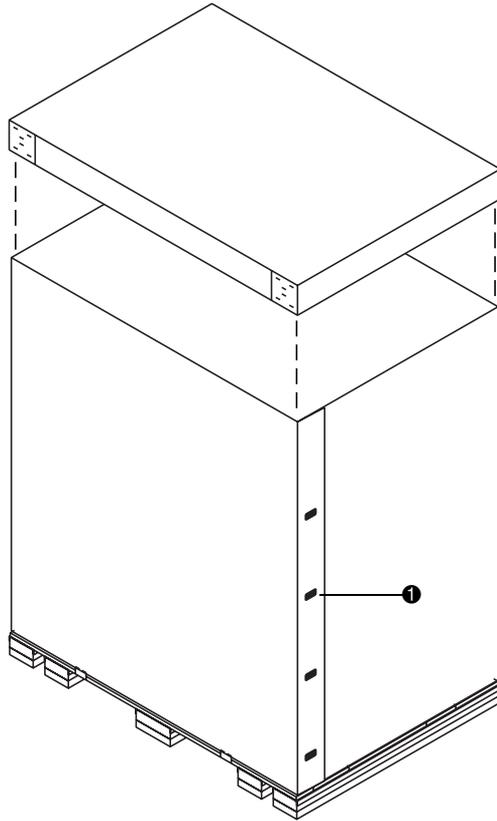

Figura 4-3: Quitar la cubierta superior de la caja
4. Levante la cubierta superior del contenedor de embalaje y extráigala (consulte la Figura 4-3).
5. Coloque en posición de apertura las ocho pinzas de retención situadas en las esquinas opuestas del contenedor de embalaje (❶ Figura 4-3).